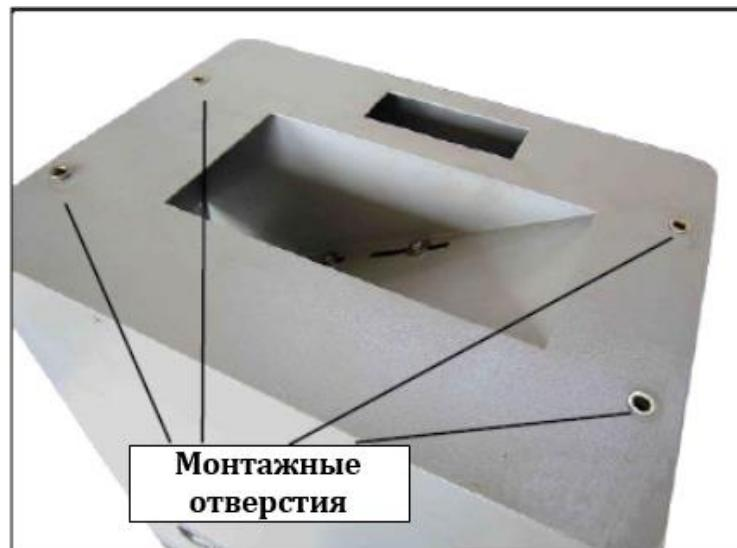

Рис. 3. Монтажные отверстия
3. Совместить три болтовых отверстия фуговального станка с тремя отверстиями в корпусе (рис. 3).